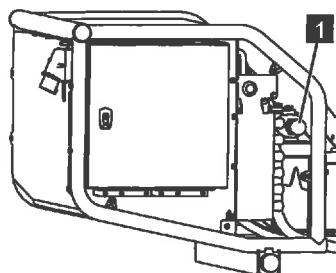

Abb. 176
7. Nach dem Notbetrieb das Ventil (Abb.176/1) gegen den Uhrzeigersinn entriegeln und die Abdeckhauben auf beiden Seiten wieder anschrauben.